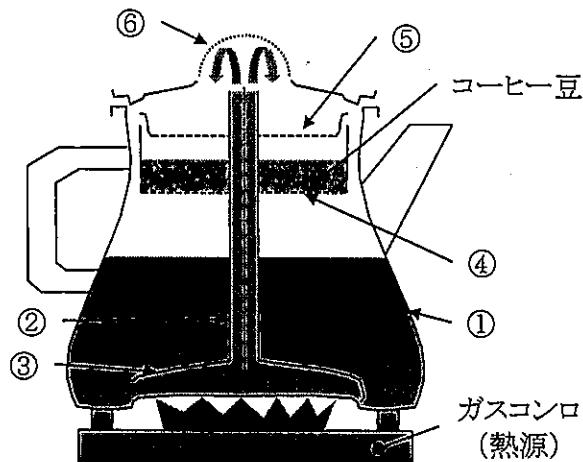

図 3-1
- I. 図 3-1 は、パーコレータと呼ばれる「挽いたコーヒー豆と水からコーヒー液を抽出する」機器のポンチ絵（断面図）である。部品①から⑥には、表 3-1 に示した特徴が観察される。この機器について、以下の設問に答えよ。
(3) 表 3-2 に示した機能と部品番号を用いて、パーコレータの動作原理を物理現象にもとづいて 300 字程度で説明せよ。
(4) 以下に示す要求機能 A～C を満たす、パーコレータとは異なるコーヒーメーカーの設計を考えたい。要求機能 A～C を実現するための方法をそれぞれ考案し、括弧内に示す字数でその基本方略を説明せよ。ただし、電気エネルギーに基づく熱源および電気・電子制御は用いないこと。
(5) 設問(4)で示した基本方略を実現する設計案のポンチ絵を描き、動作原理を説明せよ。
II. 設問 I のパーコレータがアウトドア用品としてよく使用されることを想定し、図 3-1 の部品④に適した素材を選定せよ。また、選定した素材から部品④を量産するための加工方法について、100 字程度で要点を説明せよ。ただし、文章による説明が難しい場合には、加工方法の概略図を示してもよい。なお、部品④の底部には、直徑 1 mm 程度の穴を数多くあけるものとする。